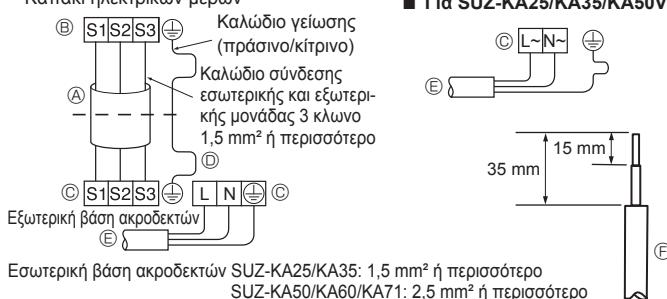
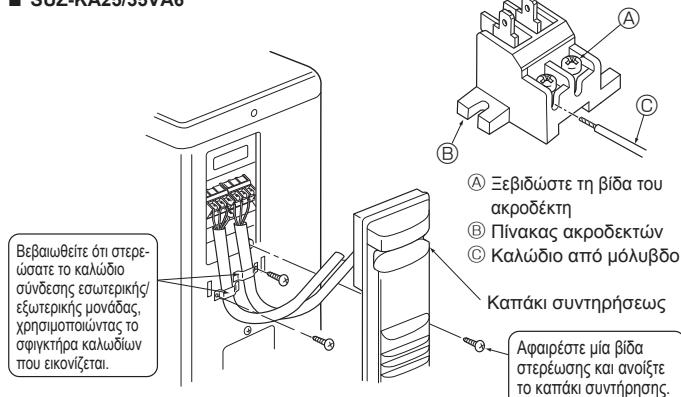
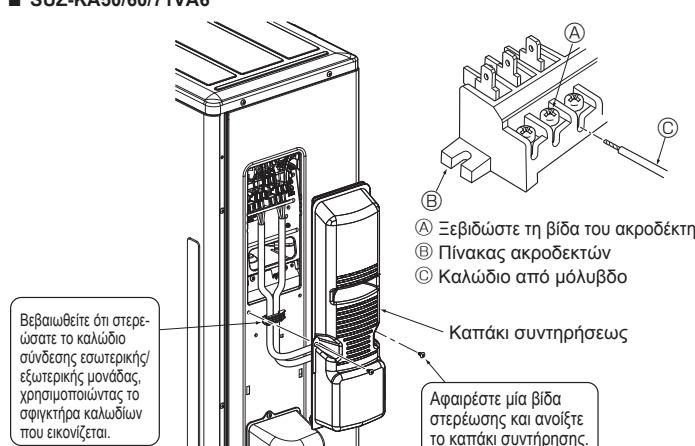

Fig. 6-2
Fig. 6-3
Fig. 6-4
### 6.1. Εξωτερική μονάδα (Fig. 6-1, Fig. 6-2, Fig. 6-3, Fig. 6-4)
① Βγάλτε το καπάκι συντήρησης.
② Συνδέστε τα καλώδια σύμφωνα με τις Fig. 6-1, Fig. 6-2, Fig. 6-3 και Fig. 6-4.
• Εκτελέστε την καλωδίωση, όπως φαίνεται στο διάγραμμα κάτω αριστερά. (Προμηθευτείτε το καλώδιο επί τόπου) (Fig. 6-2)